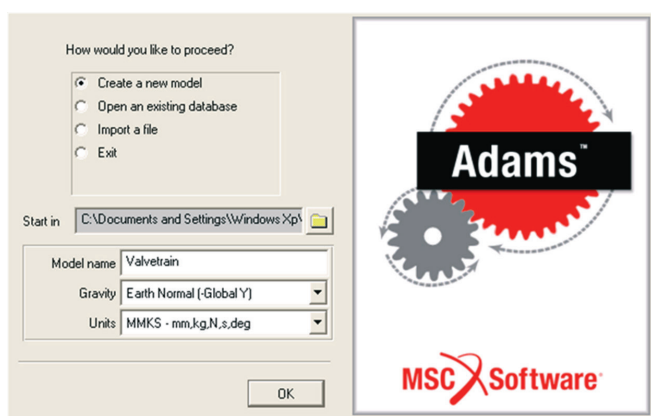

Figura 3.29 – Tela de abertura.
- Mantenha os demais campos inalterados, conforme ilustrado na Figura 3.29.